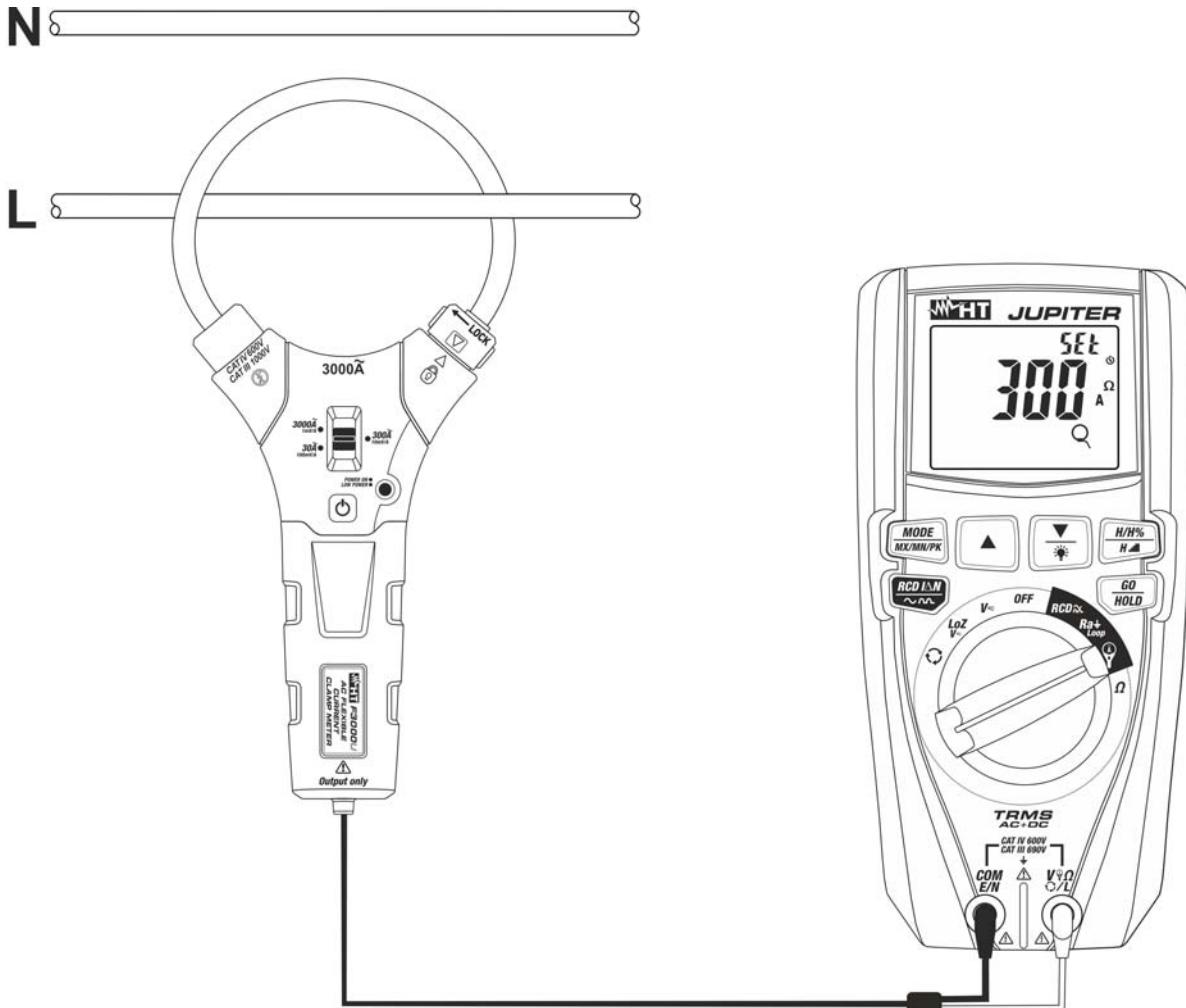
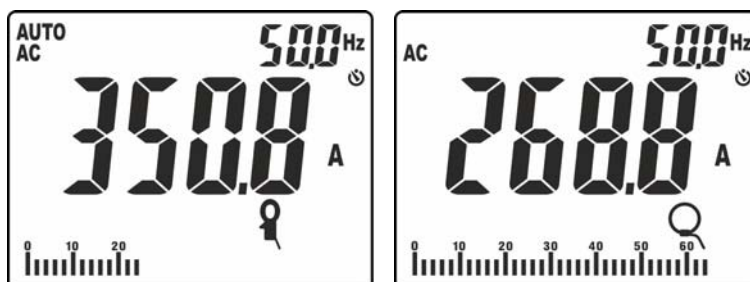

Fig. 38: Utilisation de l'instrument pour mesurer le courant avec transducteur à pince.
Fig. 39: Résultat de la mesure de courant AC avec pince flexible et standard
8. Insérer le câble dans le tore (voir Fig. 38). La valeur du courant est montrée dans la Fig. 39